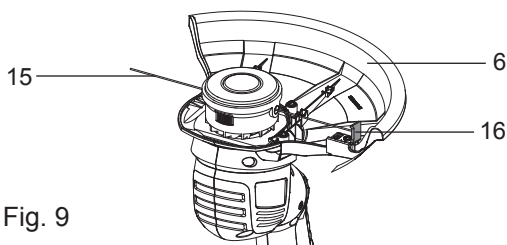

Fig. 9
- > A proteção de segurança (6) vem equipada com uma faca (16) que corta a linha de corte (15), se necessário (Fig. 9).